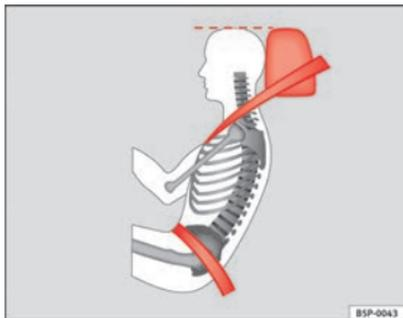

Abb. 15 Richtiges Gurtbandverlauf und richtige Kopfstützeinstellung von der Seite betrachtet
- Das Beckengurtteil des Sicherheitsgurtes muss vor dem Becken verlaufen und niemals über dem Bauch. Dabei muss der Gurt flach und fest am Becken anliegen ⇒ Abb. 15. Ziehen Sie das Gurtband gegebenenfalls etwas nach.